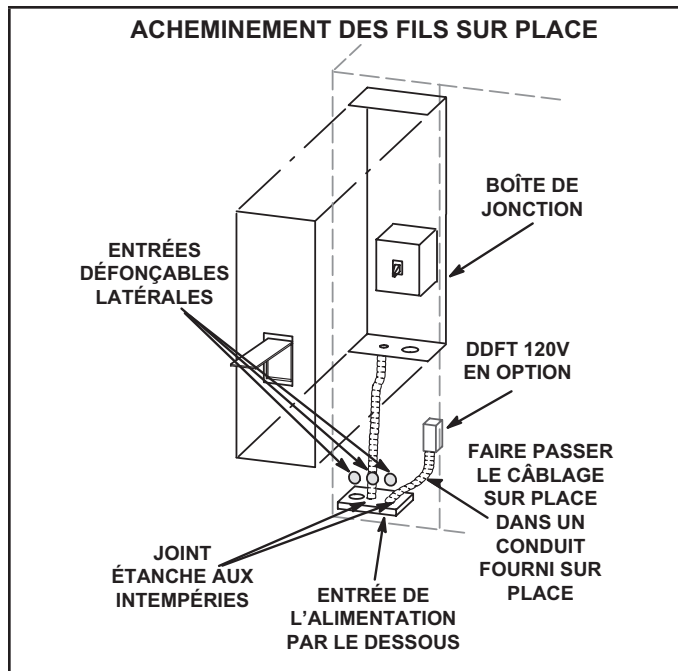

FIGURE 14
Acheminer le câblage sur place dans un conduit entre le sectionneur d'alimentation inférieur. Voir FIGURE 14. Cela ne remplace pas les codes locaux ou les autorités compétentes.
- 3 - Raccorder un câble séparé de 120 V sur une prise DDFT optionnelle. Acheminer le câblage sur place dans un conduit entre le sectionneur d'alimentation inférieur et le DDFT. Voir FIGURE 14.